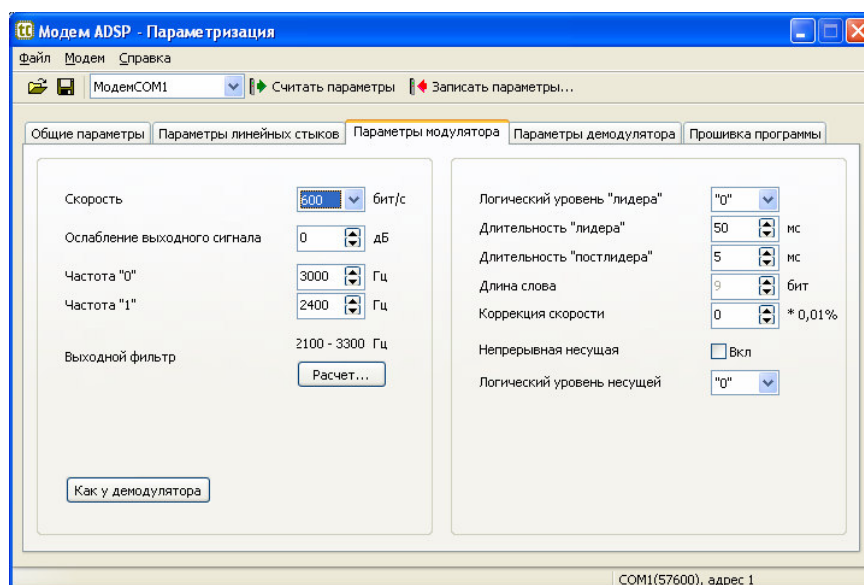

Рисунок 11 – Закладка «Параметры модулятора»
- установить на закладке «Параметры модулятора» (рисунок 11) необходимые параметры скорости, характеристических частот модулятора и нажать кнопку «Расчет...»;